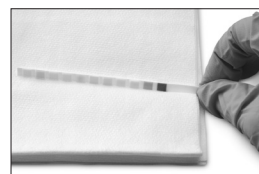

图 8
4. 依次将试纸条的侧边和背面在吸水纸（如纸巾）上快速（大约一秒钟）轻擦一下（图 8）。